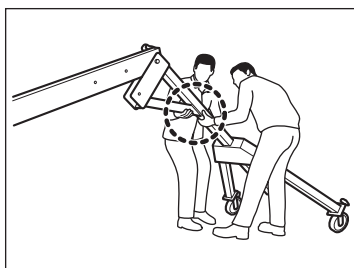

図22
④ 片側のフレームの内側のナットを外して、ボルトを抜いてください。
⑤ ナットを外した側のフレームを支えながらキャストのブレーキを外してください。
⑥ 二人でフレームを支えながら、ゆっくりとフレームを倒して、床に置いてください。(図22)